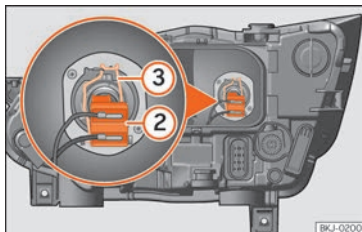

Fig. 105 En el vano motor: lámpara de luz de cruce.
- Extraiga el conector de la lámpara »» **fig. 105** ②.
- Desenganche el resorte del retentor »» **fig. 105** ③ presionándolo hacia dentro y a la derecha.